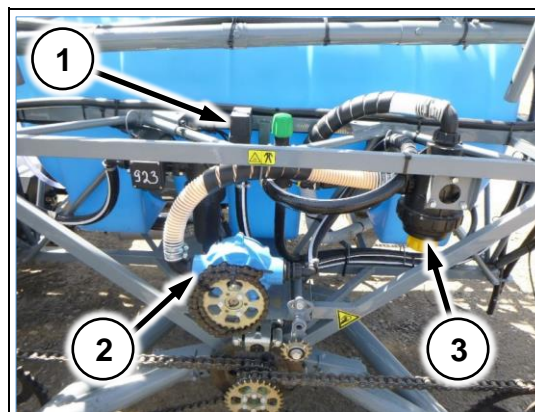

Рис. 49
3. Установите распределитель хим. системы (Рис. 49/1) на кронштейн с левой стороны машины
4. Установите насос хим. системы (Рис. 49/2) на специальную переходную площадку с левой стороны машины
5. Установите фильтр грубой очистки на крепежную планку с левой стороны машины (Рис. 49/3)